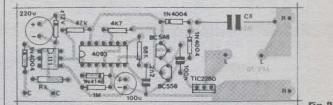

Fig. 3
- FIG. 3 - CHAPEADO DA MONTAGEM - Lado dos componentes (não cobreado...), já com todas as peças posicionadas, cada uma delas identificada pela sua estilização (dentro das normas costumeiramente adotadas por APE), seu código, valor, polaridade e outros detalhes importantes... *Várias* das peças são polarizadas, devendo portanto ser colocadas no impresso *rigorosamente* na orientação indicada no diagrama... É o caso do integrado 4093, cuja extremidade marcada deve ficar voltada para o TIL111, este - por sua vez - tendo a sua